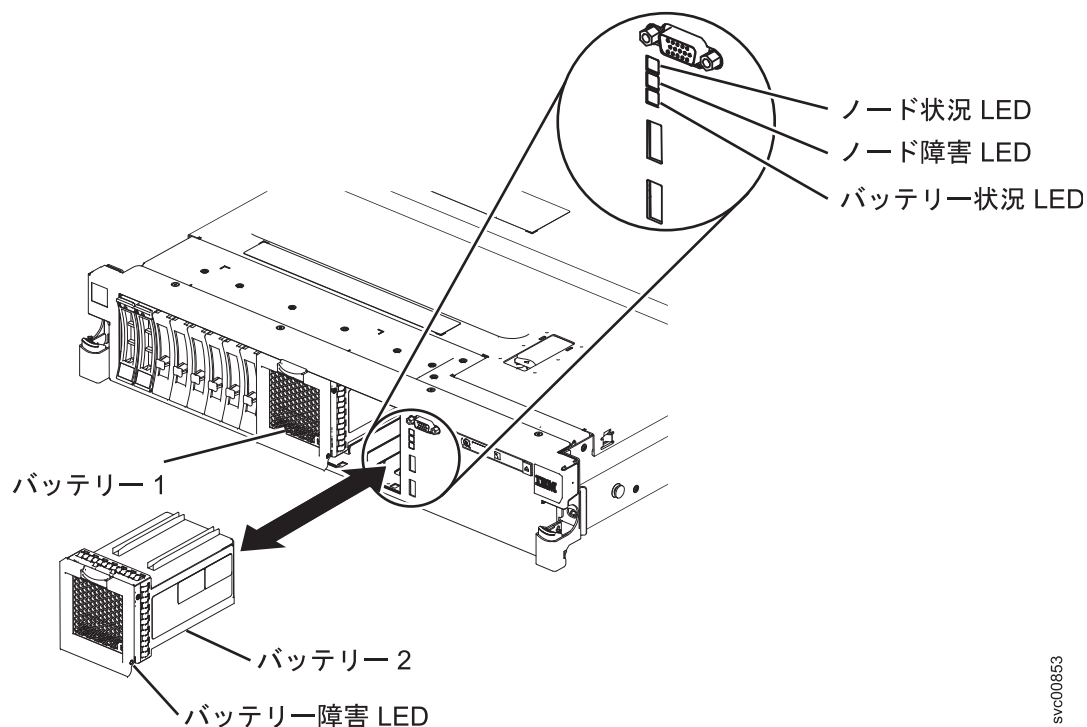

図 126. SAN ポリューム・コントローラー 2145-DH8 ノードのバッテリーの交換
3. 図 126 に示すように、バッテリー・アセンブリーをバッテリー・スロット・ガイド・レールに位置合わせします。